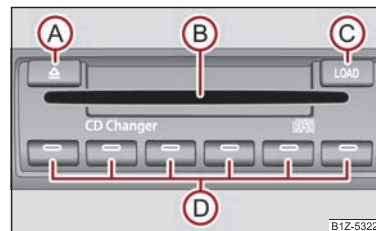

Fig. 128 Magazia de CD-uri
- Apăsați scurt pe tasta (C) ⇒ fig. 128 și introduceți CD-ul (Compact Disc) în aparat (B). CD-ul va fi depozitat automat pe prima poziție liberă din magazia de CD-uri. LED-ul din tasta respectivă (D) va înceta să clipească.